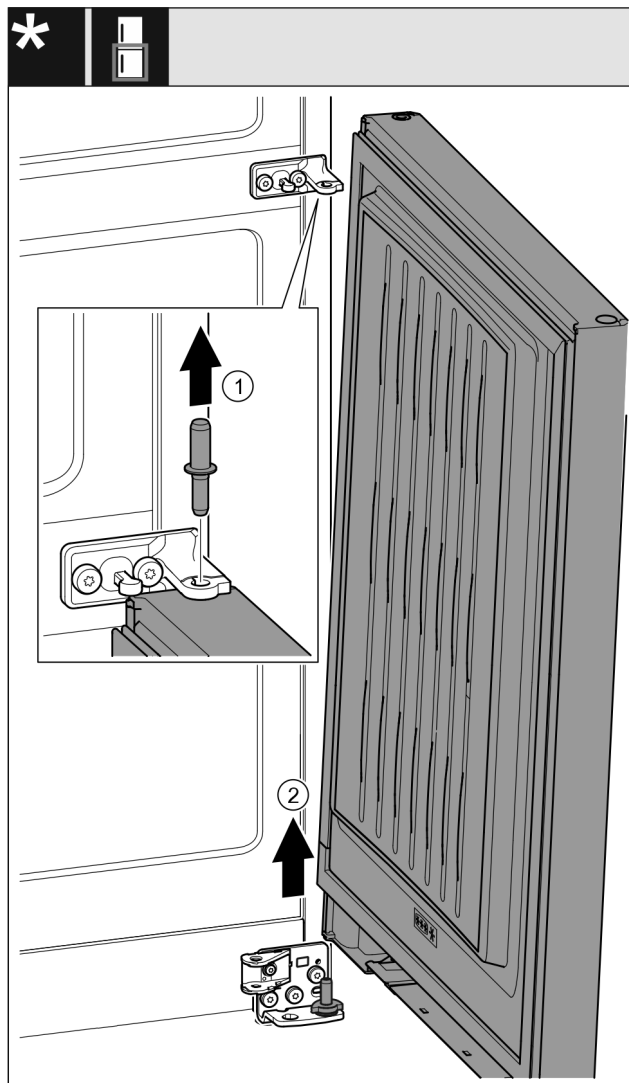

Fig. 23 *
- ▶ Sornike izvlecite v smeri navzgor. Fig. 23 (1)*
- ▶ Vrata obrnite navzven, jih povlecite navzgor in postavite na stran. Fig. 23 (2)*